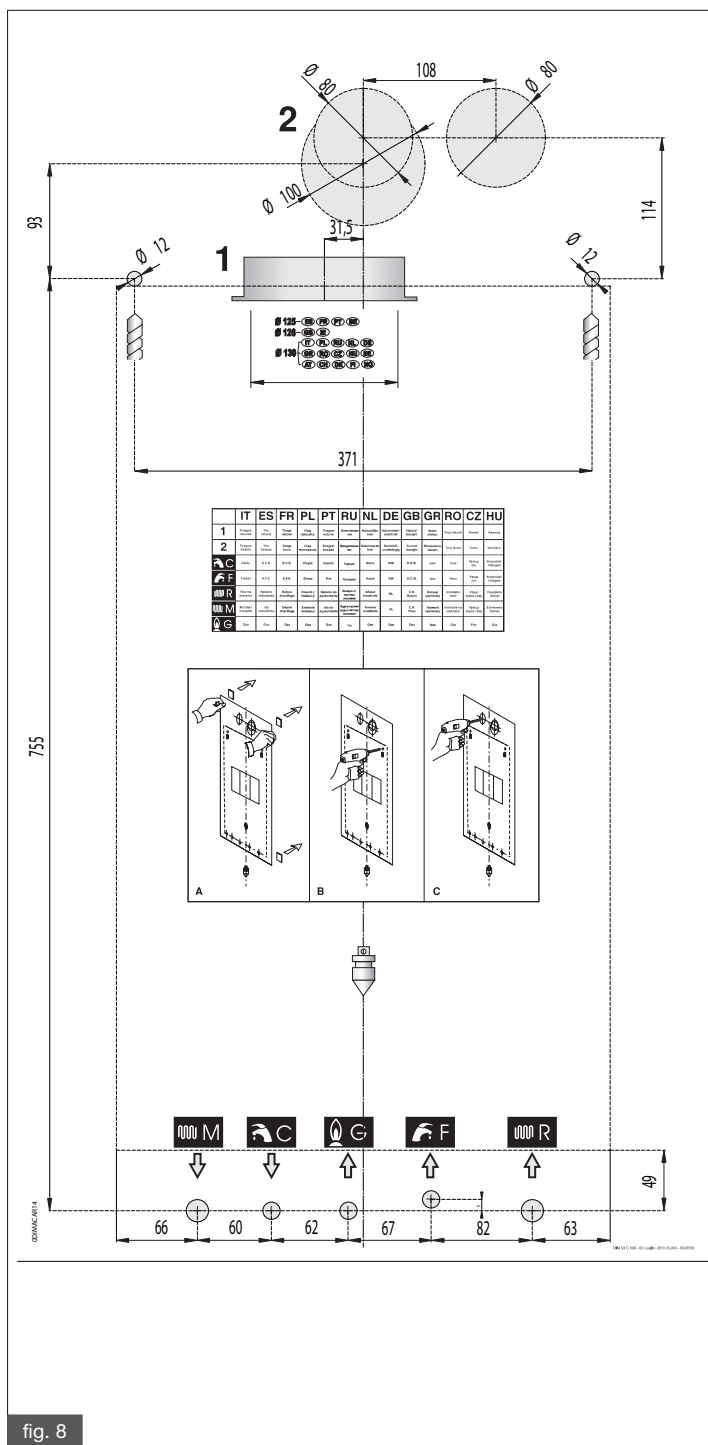

fig. 8
- la dima di fissaggio della caldaia al muro (fig. 8);
Ogni apparecchio è corredato di un'apposita dima in carta (fig. 8), contenuta nell'imballo, che consente la predisposizione delle tubazioni di allacciamento all'impianto di riscaldamento, all'acqua sanitaria, alla rete del gas e alle tubazioni di aspirazione aria/scarico fumi al momento della realizzazione dell'impianto idraulico e prima dell'installazione della caldaia.